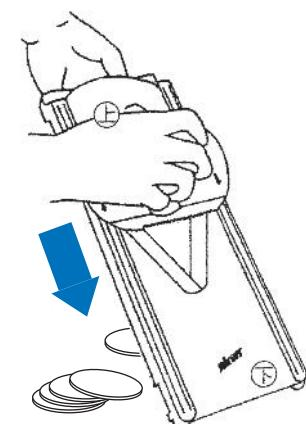

図15. スライスの仕方
③薄厚切り部品または④ブレードガード(裏面)をお好みの厚さの面に合わせ(2ページの2をご参照下さい)、図15の様に⑥安全ホルダーの矢印方向に沿ってスライスして下さい。スライサーに野菜を押し付けず、軽くなるように素早く切るのがコツです。